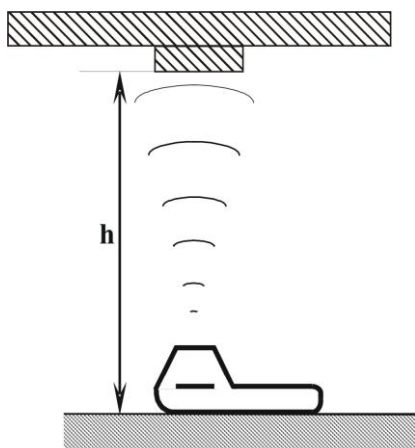
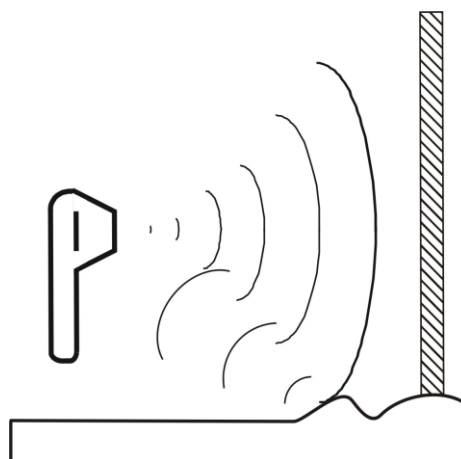

Рис. 6.
Рис. 7.
10. С помощью прибора можно с высокой точностью измерять габариты мостов трубопроводов и других объектов (рис. 6). При этом следует понимать, что ультразвук при измерениях распространяется широким фронтом и любой объект с плотностью выше плотности воздушной среды является отражающей поверхностью. Поэтому мы не рекомендуем использовать прибор для измерений в горизонтальном направлении при наличии в направлении измерений большого количества отражающих поверхностей (неровности рельефа, кусты и др.) (рис. 7).